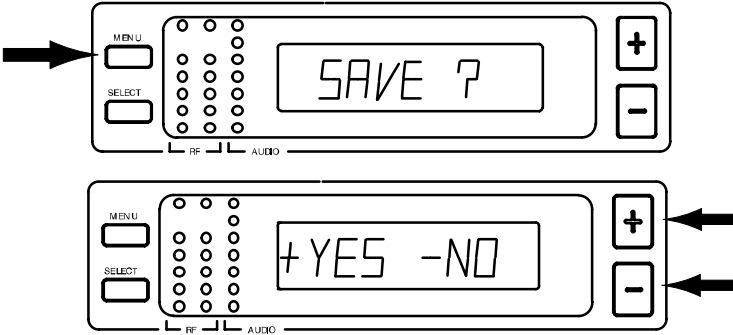

ABBILDUNG 28
- Ist der gewünschte Squelchpegel erreicht, die MENU-Taste drücken. „SAVE?“ erscheint, gefolgt von „+ YES – NO“ (Abbildung 28). Die „-“Taste drücken, um weitere Änderungen vorzunehmen, oder „+“ drücken, um den neuen Squelchpegel zu speichern und zur Gruppen/Kanal/TV-Anzeige zurückzukehren.